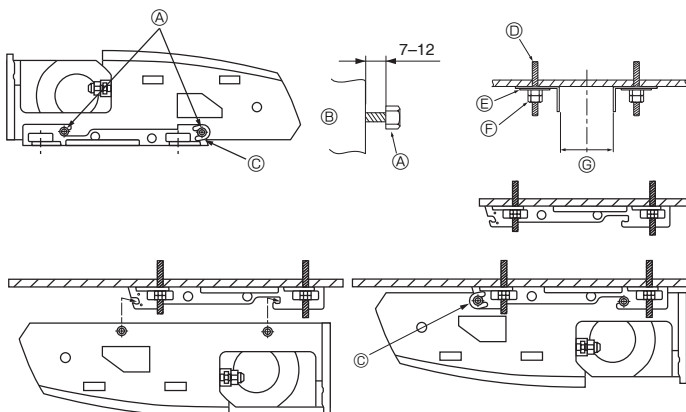

Fig. 3-6
2) ก่อนอื่นติดตั้งขอเกี่ยวสำหรับแขวนที่เพดาน (Fig. 3-6)